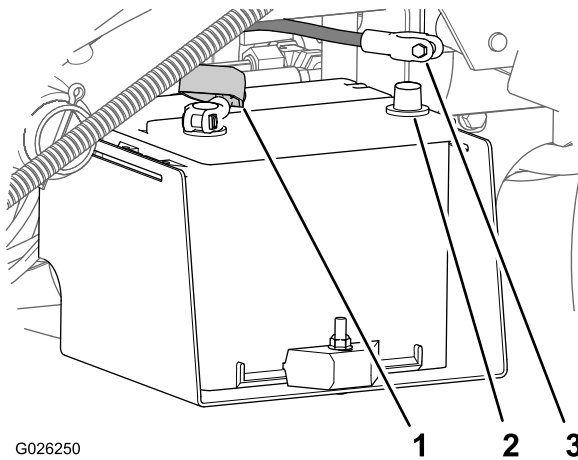

図 6
3. 赤いプラスケーブルをバッテリーのプラス端子に取り付けてボルトとナットで固定する 図 6。